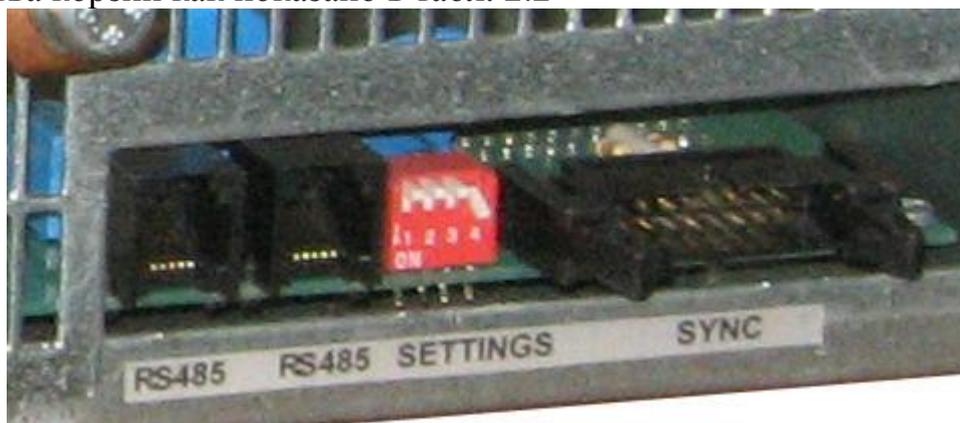

Рисунок 2.2 - Модульный каркас Штиль PS2020К.
2.2.4.4 При параллельном соединении модульных каркасов, необходимо установить четвертую секцию (рис. 2.2) дип - переключателя настройки параллельной работы модульных каркасов в зависимости от количества корзин как показано в табл. 2.2
Для мониторинга нескольких независимых групп инверторов (максимум до 8 модульных каркасов, т.е. 32 инвертора в группе), необходимо установить уникальный адрес группы для каждого модульного каркаса от 1 до 8. Адреса задаются с помощью секций 1-3 дип-переключателя настройки параллельной работы модульных каркасов (см рисунок 2.2), в соответствии с таблицей 2.2.